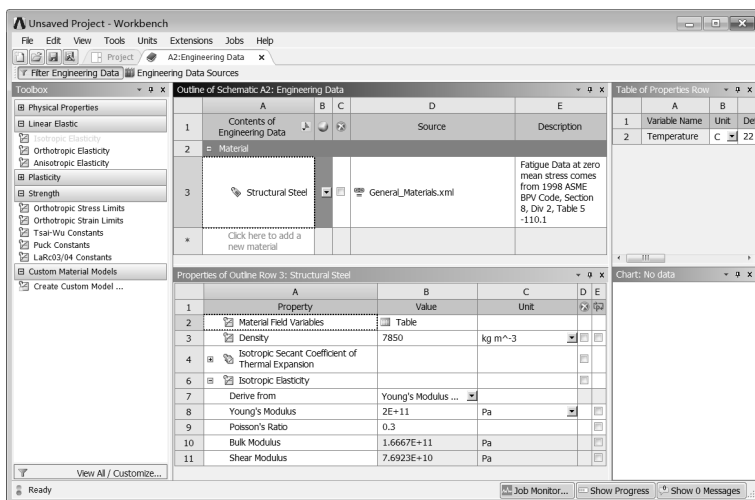

图 13-9 材料参数设置界面（1）
Step1：双击项目 B 中的 B2 Engineering Data 选项，进入如图 13-9 所示的材料参数设置界面。在该界面下即可进行材料参数设置。